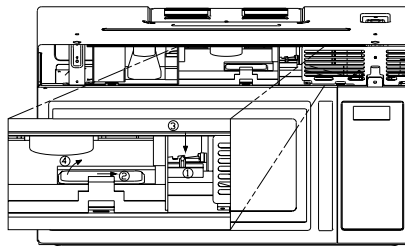

FIGURE 4
4. Retirez le couvercle de la lampe. (Voir Figure 4.)